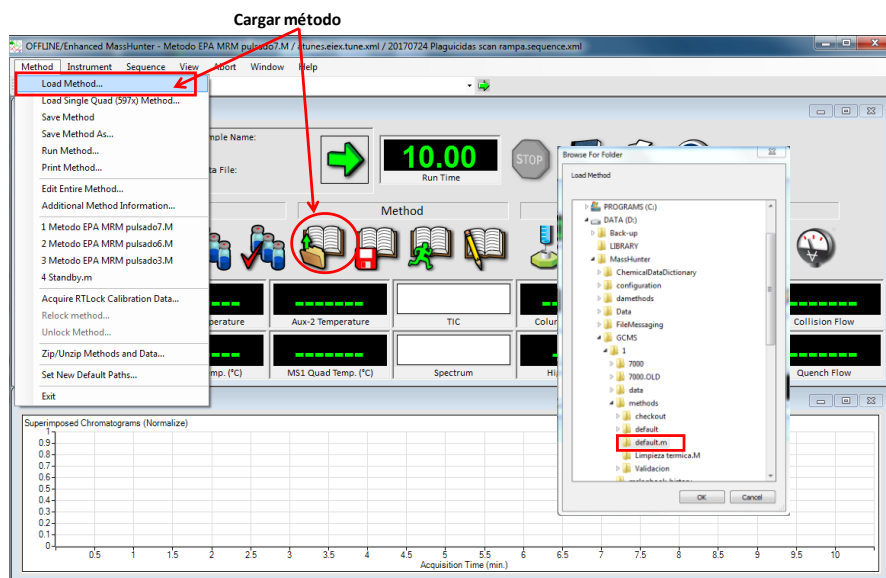

Figura 26. Creación de un nuevo método a partir del archivo de default.
8.6.1. Inicialmente para la creación de un nuevo método puede ser generado a partir de modificaciones del método de *Default*. Dar click en **[Method] > [Load Method]** y seleccione *Default.m* (véase **Figura 26**). El *Default* es un método vacío solamente con los requerimientos mínimos como presión del gas de colisión, características de la columna instalada, entre otros. Por tanto, se deben modificar los parámetros deseados a partir de este archivo.